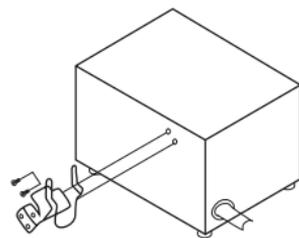

Fig. 1
- Retire el tornillo del soporte de la pistola del lado de la estación y fije el soporte de la pistola a la estación (fig. 1).